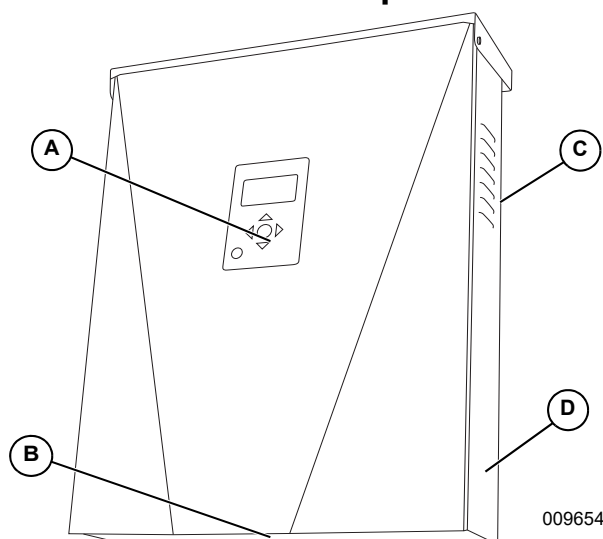

Figura 2-2. Ubicaciones de los componentes
Consulte la Figura 2-2 para ubicar el número de serie de la unidad (D). Registre la información que se proporciona en la placa de identificación en la Tabla 1: Información importante del inversor PWRcell en el interior de la portada de este manual.